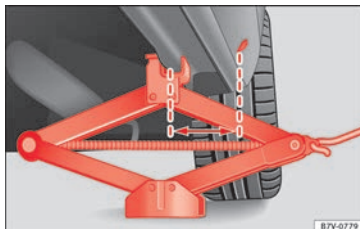

Abb. 188 Wagenheber hinten an der linken Fahrzeugseite angesetzt.
Aufnahmepunkte befinden sich an Stegen, die **hinter** den vorderen Kanten liegen » **Abb. 188**. Es gilt der Aufnahmepunkt, der sich bei dem jeweiligen Rad befindet » **△**.
8. Sicherstellen, dass der Wagenheberfuß mit der ganzen Fläche sicher auf dem Boden steht und sich der Wagenheberfuß genau unter dem Ansetzpunkt » **Abb. 188** befindet.
9. Den Wagenheber ausrichten und gleichzeitig die Wagenheberklaue weiter hochkurbeln, bis die Klaue den Steg unter dem Fahrzeug » **Abb. 188** umfasst.
• Wagenheber nur an den beschriebenen Stellen ansetzen. Die Klaue des Wagenhebers muss den Steg des Unterholms sicher umfassen » **Abb. 188**.